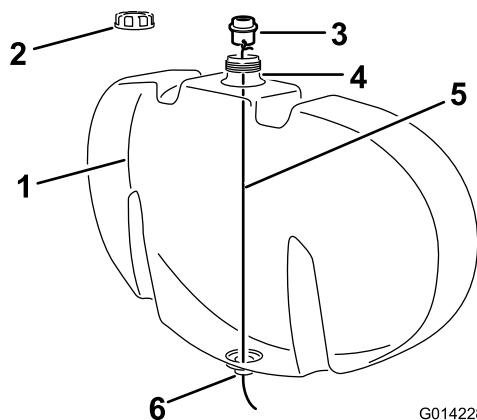

Рисунок 2
- B. Прикрепите провод, длина которого должна превышать высоту бака, к одному из отверстий вилки переходного штуцера (**Рисунок 2**).
- C. Снимите крышку заливной горловины промывочного бака (**Рисунок 2**).
- D. Опустите провод в отверстие заливной горловины и протяните его через нижнее отверстие бака (**Рисунок 2**).